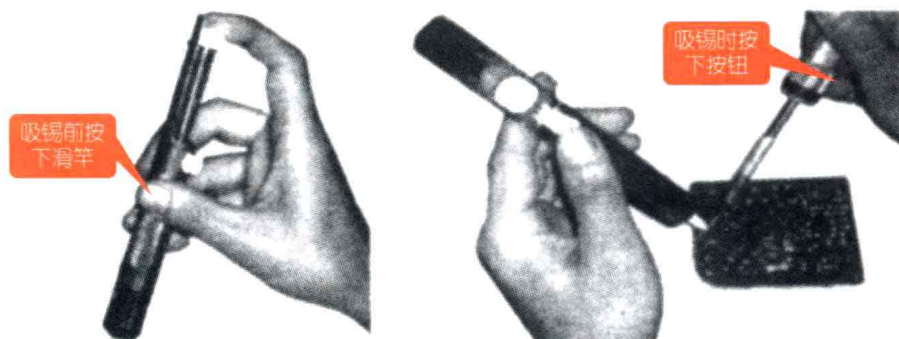

图 1-7 手动吸锡器的操作方法
① 先把吸锡器末端的滑杆压入，直至听到“咔”声，则表明吸锡器已被固定，如图 1-7 所示。